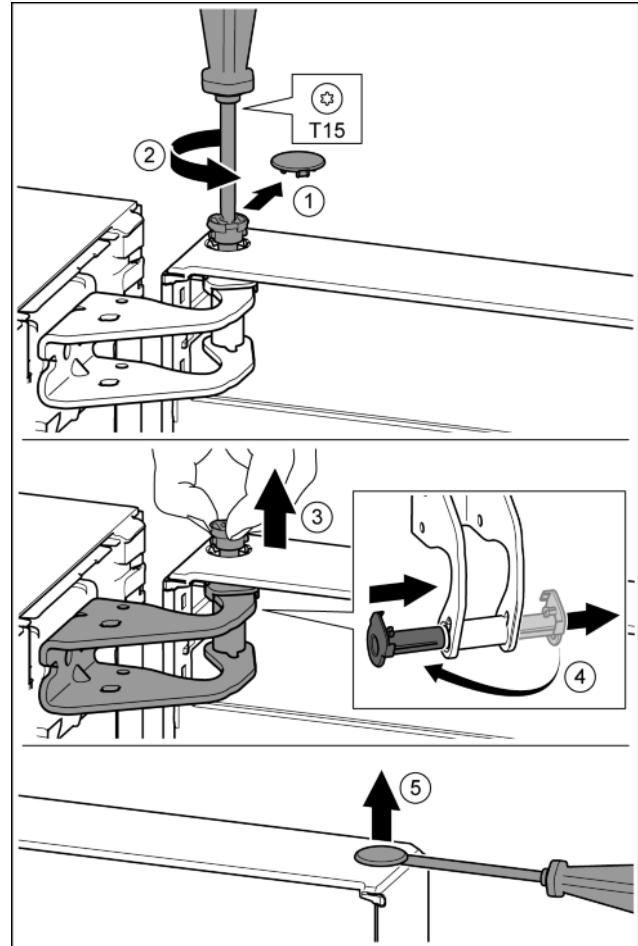

Fig. 13
- Óvatosan húzza le a biztonsági fedelet. Fig. 13 (1)
- A csapot a T15 csavarhúzóval kicsit tekerje ki. Fig. 13 (2)
- Tartsa meg az ajtót, és a csapszeget az ujjával húzza ki. Fig. 13 (3)
- Húzza ki a csapágyperselyt a vezetősínből. A másik oldalra helyezze és pattintsa be. Fig. 13 (4)
- A dugót egy hornyoltfejű csavarhúzóval óvatosan emelje ki az ajtó csapágyperselyből, és húzza ki. Fig. 13 (5)